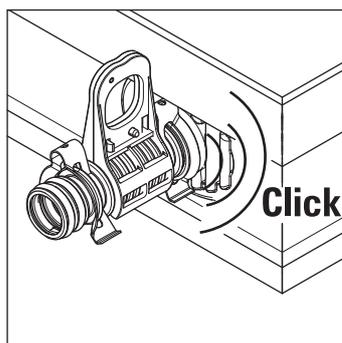

Figure 3-26 Encliquez le compensateur
5. Insérez les compensateurs dans les conduites de raccordement du dernier capteur monté jusqu'à enclencher les pinces de fixation (Figure 3-26).